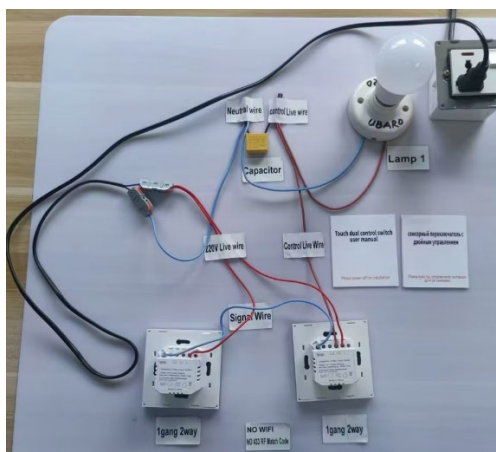

Fig. 5. Ejemplo de montaje para referencia. No se corresponde con el montaje final
- C. Al inicio de la prueba, se entrega al equipo un panel sobre el que se monta una instalación eléctrica compuesta por diversos interruptores, conmutadores y una lámpara. El cableado de toda la instalación será completamente visible (ver Fig. 5 como referencia, esta figura no se corresponde con el montaje final).